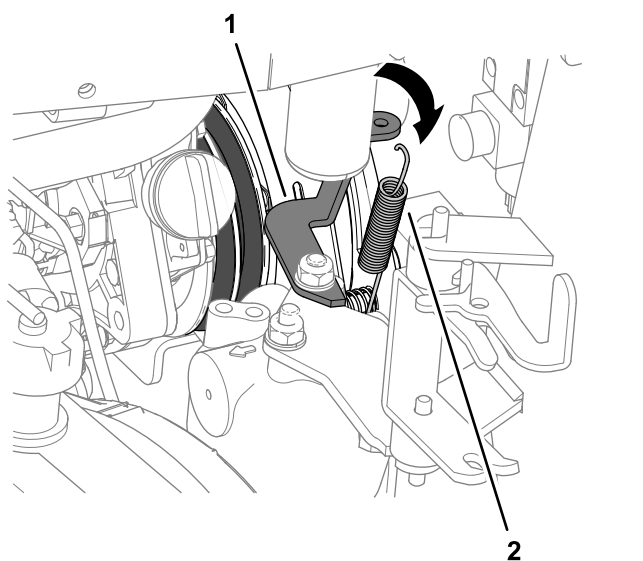

Figura 90
5. En el lado del radiador, desenganche el muelle del amortiguador del embrague del soporte del muelle (Figura 90).
4. Enganche el muelle del amortiguador del embrague entre el perno de la placa del embrague interior y el soporte del muelle; consulte la Figura 90 en Retirada de las correas de la toma de fuerza \(página 70\).